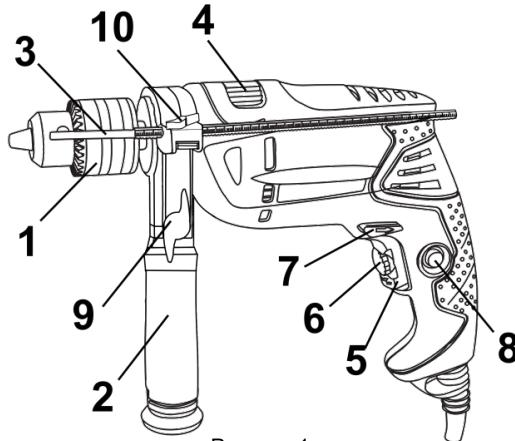

Рисунок 1
2.3.1 Виріб має два режими роботи: ударно-обертальний і обертальний. Перемикання режимів роботи виробу здійснюється переведенням перемикача (4) (див. рис. 1) з одного крайнього положення в інше в сторону відповідного символу режиму роботи:
- ударно-обертальний режим - перемикач (4) повинен бути переведеним до упору убік символу
- обертальний режим (режим свердління) - перемикач (4) повинен бути переведеним до упору убік символу .
4.2 Виберіть необхідний режим роботи виробу за допомогою перемикача (4) (див. рисунок 1).
Перемикання режимів роботи виробу здійснюється переведенням перемикача (4, рис. 1) з одного крайнього положення в інше в сторону відповідного символу режиму роботи: